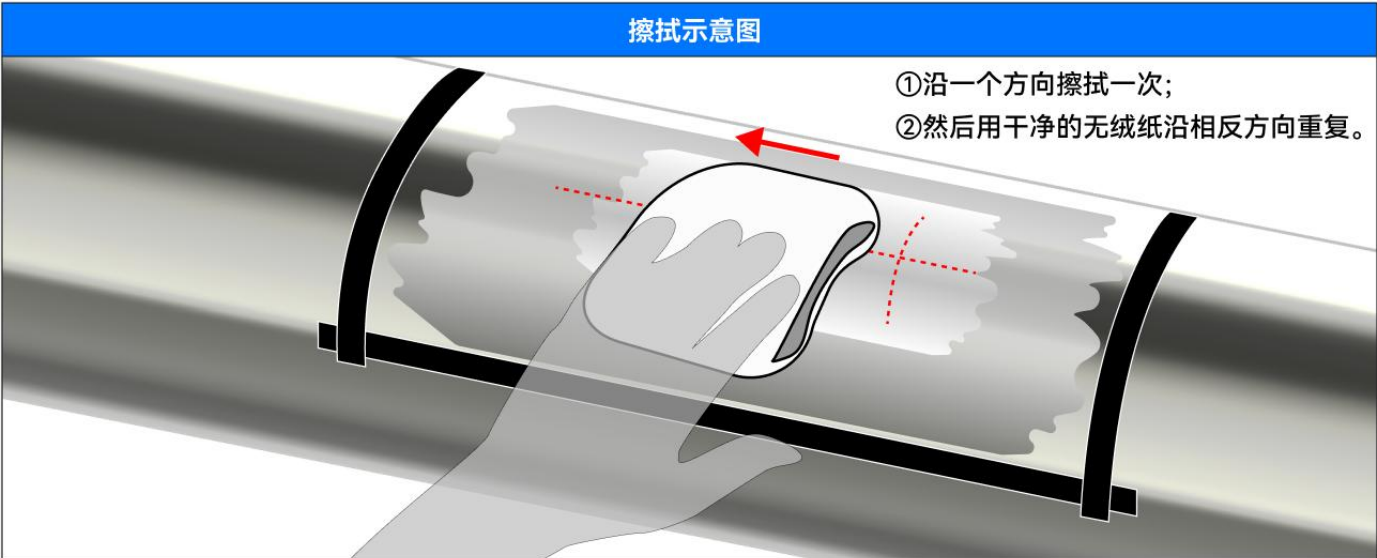

图3.18
9. 在图3.18中标记的中心线上标记应变计位置线。
14. 中和后，应使用干净的无绒纸轻轻擦拭干净区域，使表面干燥。对于新鲜的无绒纸，应在相反方向上进行一次划水，从清洁区域开始，向外移动，以避免未清洁边界的再次污染，如图3.18。每次向外擦拭后，更换纸巾，直到该区域完全清洁。